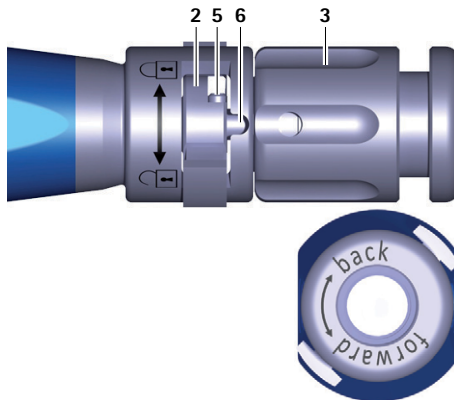

Рис. 1 Детальное изображение установочного инструмента, переключатель в открытом положении
- Повернуть поворотную гайку 3 на установочном инструменте А против часовой стрелки (направление "forward" ("вперед")), чтобы продвинуть стержень 6 вперед, см. Рис. 1.
- ▶ Повернуть переключатель **2** влево (направление **б**), см. Рис. 1.
- ▶ Повернуть переключатель 2 влево (направление ) см. Рис. 1.
- ▶ Проверить положение для подсоединения установочного инструмента А, см. Рис. 1.
- ▶ Поворачивать поворотную гайку 3 против часовой стрелки (направление "forward" ("вперед")), чтобы продвинуть стержень 6 вперед, см. Рис. 1.